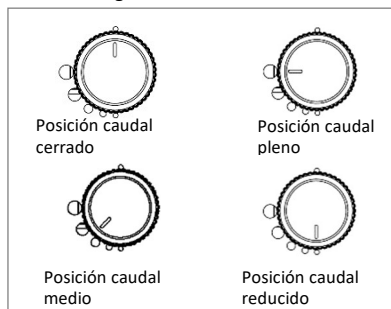

Imagen 2. Ajuste de la palanca de control
5. A continuación regule según desee la altura de la llama girando la o las palancas de control de caudal pleno (círculo grande) o caudal reducido (círculo pequeño) (consulte la imagen 2)